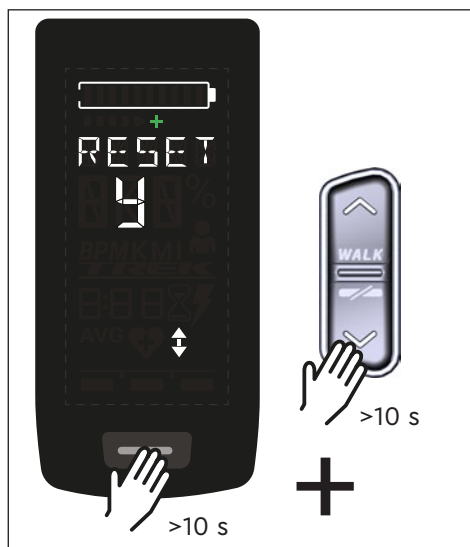

Fig. 10: Ripristino delle impostazioni di fabbrica
- ▶ Tenga premuto il pulsante su Display e il pulsante GIÙ su Remote per almeno 10 s; prima viene indicata la modalità Impostazione e poi RESET (vedere Fig. 10).